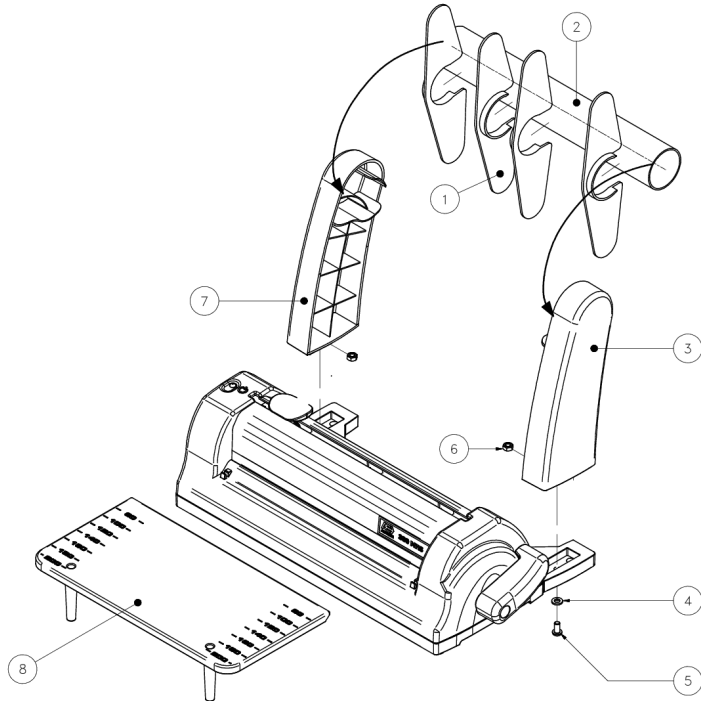

fig. 3 Montaggio portarotoli al piano lavoro
Far scivolare il piano lavoro (8) nell'alloggiamento della macchina (vedi fig. 3).
Inserire il tagliatore (con la lama) nell'alloggiamento guida tagliatore sulla sommità della macchina. (vedi fig. 3).